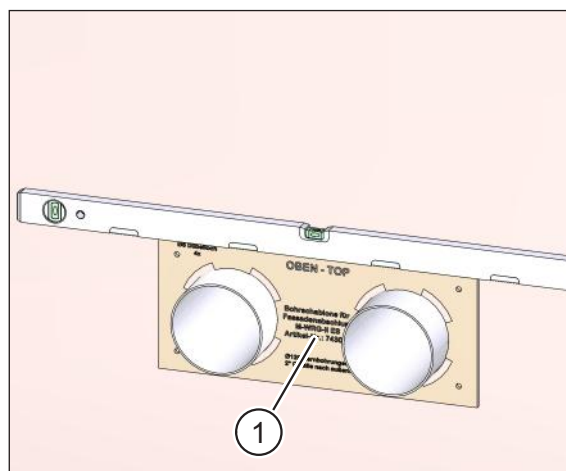

Рис. 21: вентиляционные трубы на наружной стене
- ▶ Насадите сверлильный шаблон для крышки воздухозаборника (поз. 1 на рис. 21) на вентиляционные трубы.